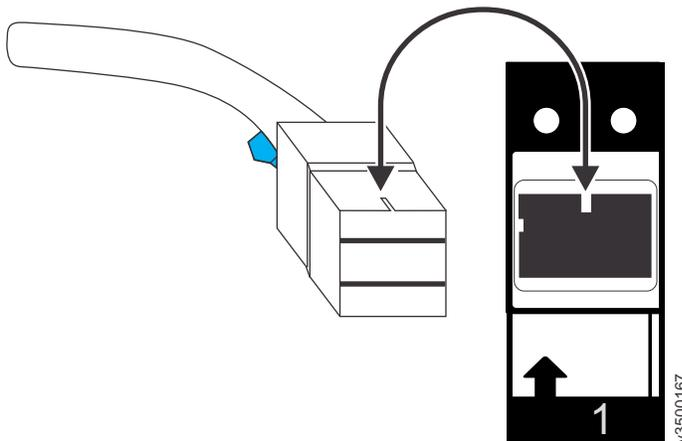

Figura 102. Orientação correta para o conector do cabo SAS
- Figura 102 mostra a orientação correta. A guia azul é sempre abaixo da porta para conexão do gabinete de expansão cabos SAS.